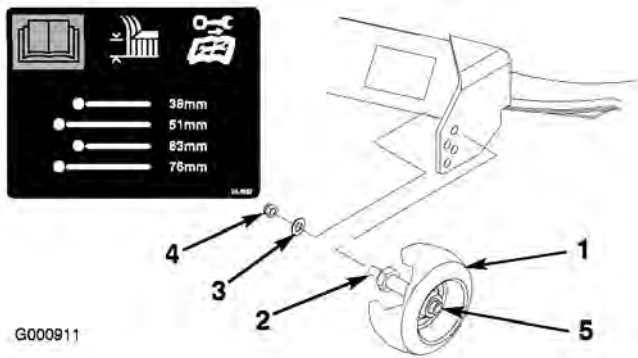

Bild 14
- A. Entfernen Sie nach dem Einstellen der Schnitthöhe die Mutter und Scheibe, während Sie den Bolzen mit einem Schraubenschlüssel festhalten (Bild 14).
Hinweis: Entfernen Sie nicht die Radmutter und Scheibe (Bild 14).
B. Wählen Sie ein Loch, bei dem die Radstelen der gewünschten Schnitthöhe so nahe wie möglich ist (Bild 14).
3. Setzen Sie die Bolzenmutter und Scheibe ein (Bild 14).